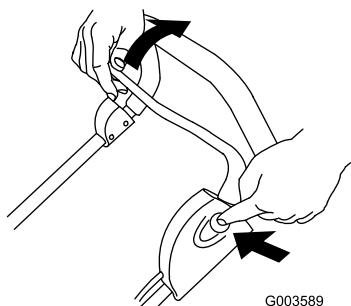

Рисунок 16
- Удерживая кнопку, потяните рычаг управления в направлении рукоятки (Рисунок 16).